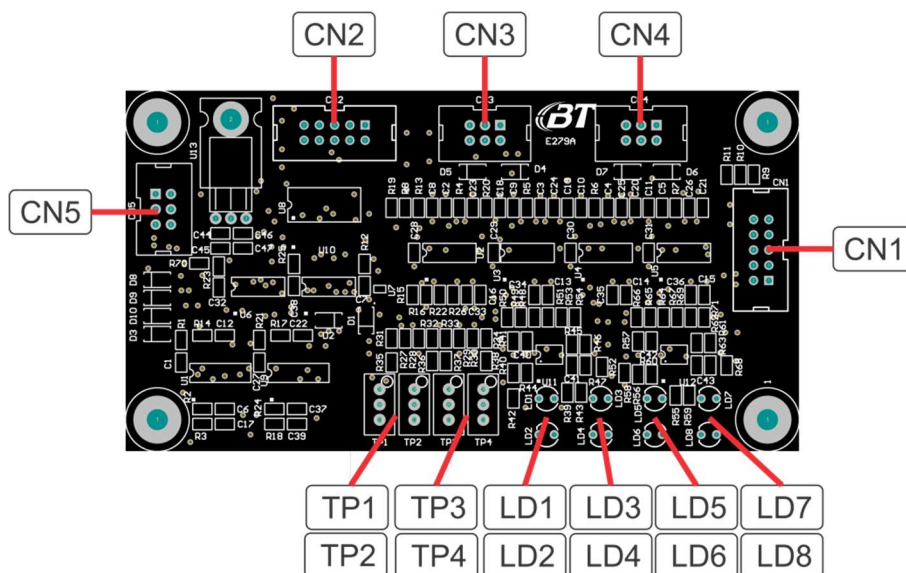

Figura 48: PCI E279A
5.5.1 Controle da carga, E279A, Figura 48.
Sinais elétricos, pontos de ajustes e acessos da placa de controle E279A da carga de rejeição DL1341A, Figura 48.